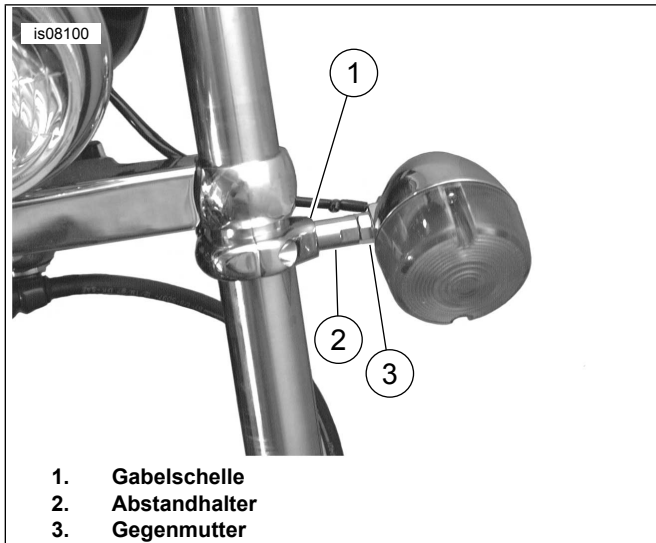

Abbildung 1. Eingebauter Blinker
3. Siehe Abbildung 1. Abstandshalter mit Gegenmutter in Lampengehäuse schrauben.